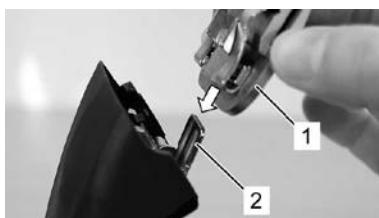

Fig. 15
6. Fest klippehodet på bladhengselet, og fold den inn på den påslalte klippemaskinen med et lett trykk (Fig. 15, 16, 17).